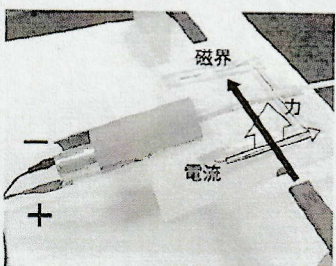

図3
③ ②で左側にあった導線が上向きの力を受け、回転し右側に来ると、図3のようにリード線が交差し、右に来た導線は再び上